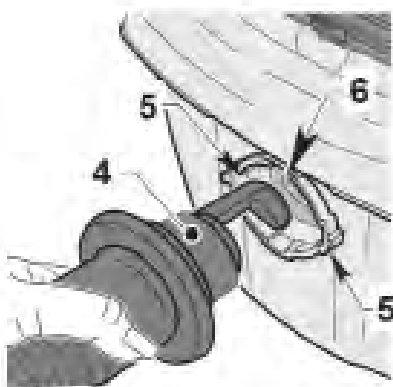

Fig. 3
2. Appuyez / tournez l'extrémité verrouillable du tuyau dans le sens des aiguilles d'une montre, en alignant la flèche sur l'extrémité du tuyau avec le haut de l'entrée (6 Fig. 3).
3. Débranchez le tuyau en tournant son extrémité (4 fig.3) dans le sens inverse des aiguilles d'une montre.
7. Rebranchez le tuyau en tournant l'extrémité du tuyau (5 Fig.3) dans le sens des aiguilles d'une montre dans le boîtier, en alignant la flèche de l'extrémité du tuyau sur le haut de l'ouverture (6 Fig.3).